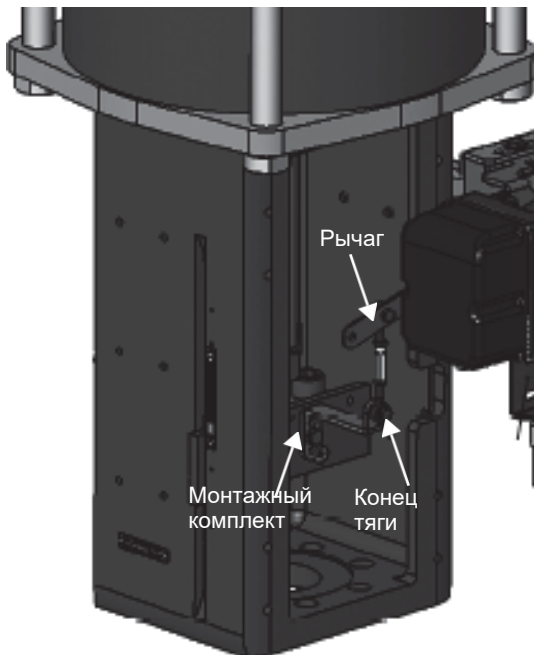

Рисунок 18 - Привод 84/85/86
2. Установите монтажный узел на траверсу (Рисунок 18) с помощью винтовой пружинной шайбы 5/16, плоской шайбы 5/16 и винта с шестигранной головкой 5/16-18 x 44,5 [1,75].